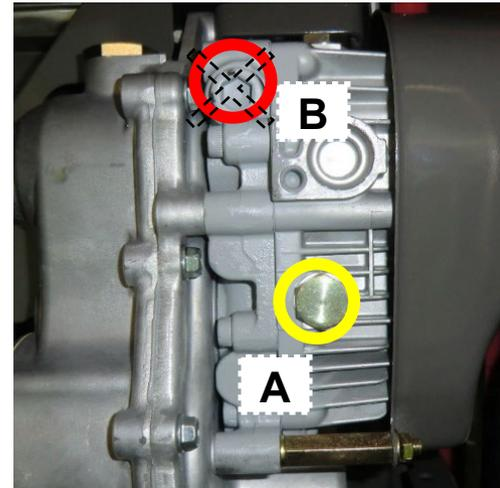

Figure 14
1. Placez le récipient approprié sous l'unité HST pour récupérer l'huile, puis retirez le bouchon de vidange d'huile (A, Figure 14).
Ne desserrez jamais la vis (B, Figure 14). Sinon, cela pourrait influencer la conduite de la machine. Cette action est considérée comme mauvaise utilisation, et les dommages causés par une mauvaise utilisation ne sont pas couverts par la garantie.